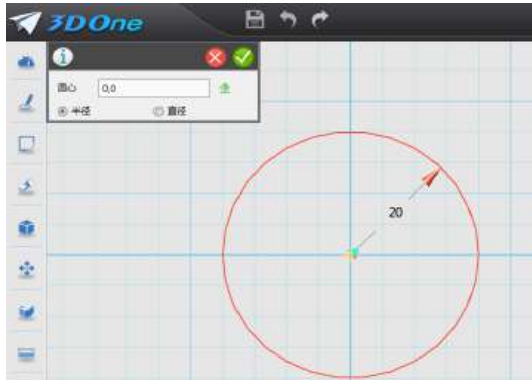
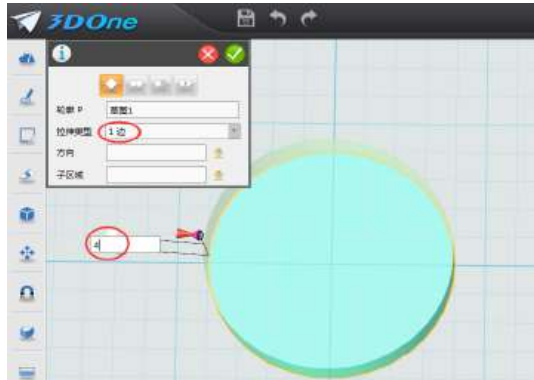

图 10-1
图 10-2
2.制作圆体：鼠标移到屏幕最左侧第二个图标“草图绘制”命令里面的“圆形”命令，绘制出半径 20 的圆形草图，如图 10-1。对绘制草图进行拉伸，鼠标单击草图，出现“迷你棒”，点击“拉伸”命令，拉伸类型：一边；高度：4，如图 10-2，确定完成。